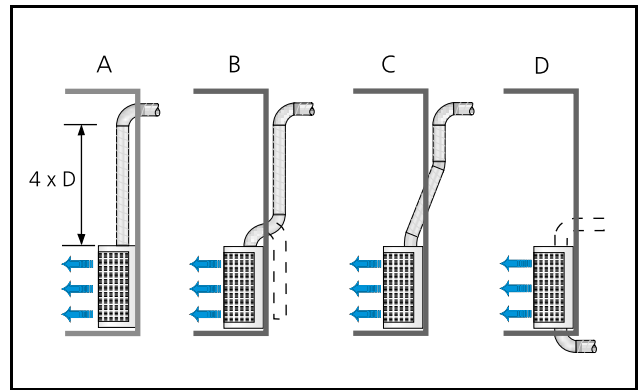

Рис. 4. Примеры влияния способа подключения терминала на уровень шума. См. таблицу.
ВОСа устанавливается на высоте 2,5 – 5 м от уровня пола до нижнего края терминала. Высота зависит от размера терминала, расхода воздуха и перепада температуры. Управление переключающей заслонкой обычно осуществляется автоматикой VHC (см. выше). Следует иметь ввиду, что в диаграммах выбора представлены характеристики при эквивалентной площади звукопоглощения 150 м², что означает весьма высокие скорости забора воздуха в терминале. Следует также рассчитать правильное подключение воздуховодов- без создания дополнительного шума. См. рис. 4.
- Значения дБ (А) приведены для помещений с звукопоглощением, эквивалентным площади 150 м² и на расстоянии 2 м от аппарата, а также при прямом, без помех, отрезке подключенного воздуховода. См. рис. 4 для учета влияния типа подключения воздуховода